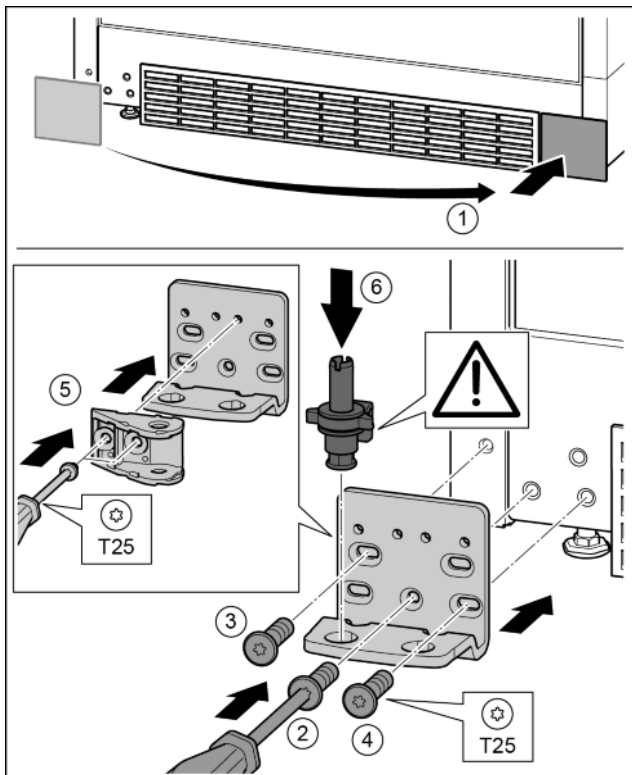

Fig. 35
- ▶ Зніміть кришку та встановіть її з іншого боку. Fig. 35 (1)
- ▶ Встановіть опорний кронштейн з іншого боку і закріпіть гвинтами за допомогою викрутки T25. Почніть із гвинта 2 знизу посередині. Fig. 35 (2)
- ▶ Закрутіть гвинти 3 та 4. Fig. 35 (3, 4)
- ▶ Поверніть з'єднувальний елемент демфера на 180°. Пригвинтіть з іншого боку опорного кронштейна за допомогою викрутки T25. Fig. 35 (5)
- ▶ Вставте цілком опорний гвинт. При цьому виступ фіксатора повинен бути спрямований назад. Fig. 35 (6)